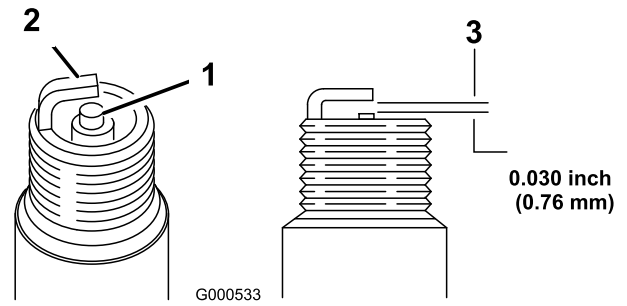

Figura 26
1. Mire la parte central de la bujía (Figura 26). Si se observa un color gris o marrón claro en el aislante, el motor está funcionando correctamente. Si el aislante aparece de color negro, significa que el limpiador de aire está sucio.
2. Compruebe la separación entre los electrodos central y lateral (Figura 26) y doble el electrodo lateral si la separación no es correcta.